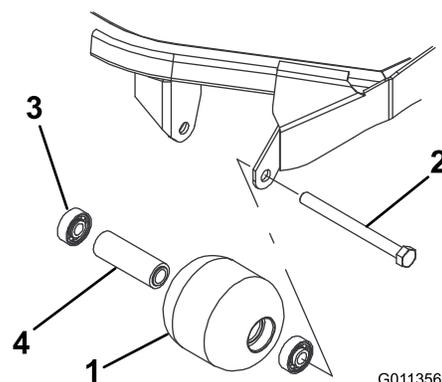

Figure 80
1. Retirez le boulon de fixation du galet (Figure 80).
4. Vérifiez l'état du logement des roulements, des roulements et de la douille d'écartement (Figure 80) Remplacez tout composant endommagé et procédez au remontage.
1. Enfoncez le premier roulement dans le logement à la presse (Figure 80). Exercez la pression uniquement sur la bague extérieure ou uniformément sur les bagues intérieure et extérieure.
2. Insérez l'entretoise (Figure 80).
3. Enfoncez le second roulement dans le logement à la presse (Figure 80). Exercez une pression uniforme sur les bagues intérieure et extérieure jusqu'à ce que la bague intérieure rencontre la douille d'écartement.